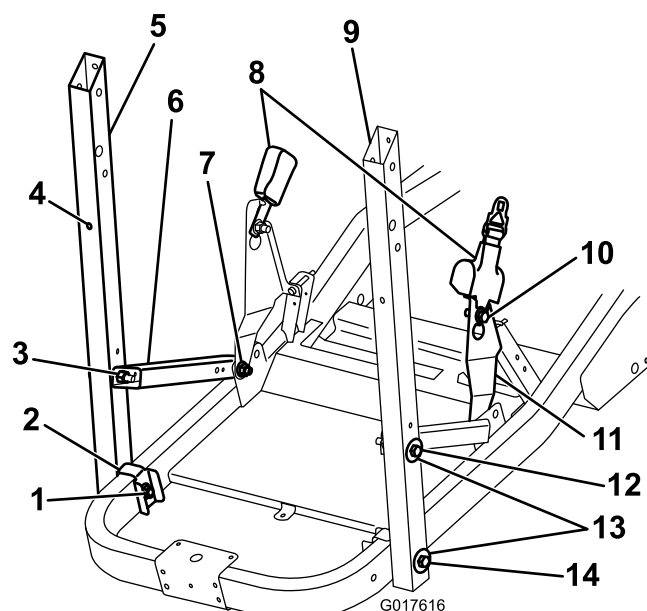
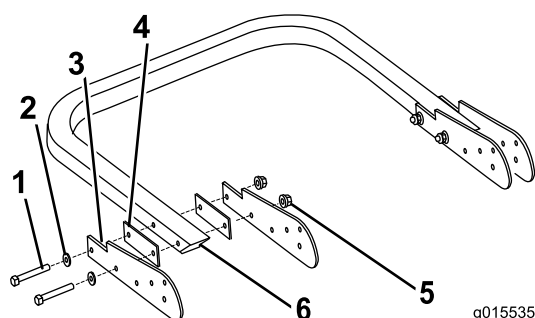

Figura 1
Figura 2
1. Fissate il supporto di ancoraggio e la staffa della cintura di sicurezza al telaio, senza serrare, con un bullone (1/2 x 1-1/4 pollici) e un dado di bloccaggio (Figura 1) in modo che possano muoversi liberamente.
2. Fissate il supporto roll bar e la staffa di rinforzo al telaio, senza serrare, con un bullone (1/2 x 4-1/2 pollici), rondella e dado di bloccaggio come mostrato in Figura 1.
3. Fissate il supporto di ancoraggio al supporto roll bar con un bullone (1/2 x 3-1/2 pollici), rondella e dado esagonale (Figura 1).
4. Fissate il gruppo cintura di sicurezza alla staffa della cintura di sicurezza con un bulloni a testa flangiata e un dado di bloccaggio (Figura 1).
Installate le staffe orientabili sul roll bar come mostrato in Figura 2. Allentate i bulloni in modo che le parti possano spostarsi liberamente.
1. Serrate i dispositivi di fissaggio nell'ordine specificato nella seguente tabella. Utilizzate Figura 1 e Figura 2 per favorire l'identificazione dei pezzi.
2. Installate eventualmente entrambi i respingenti piccoli in gomma. Premete la flangia piccola sul retro di ciascuno nei fori dietro i supporti roll bar (Figura 1).